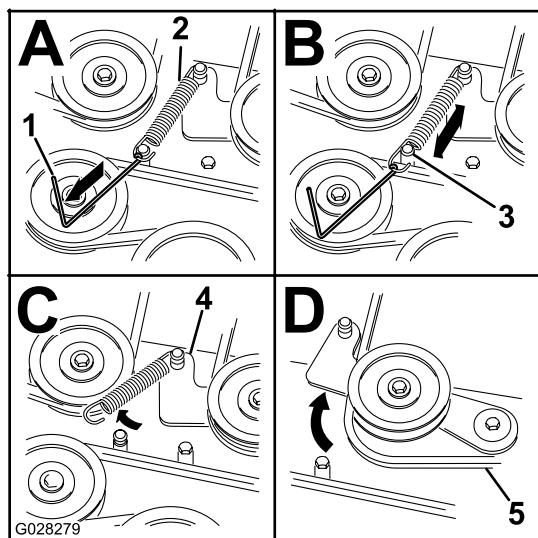

Figure 69
7. À l'aide d'un outil de dépose de ressort (réf. Toro 92-5771), décrochez le ressort de tension de l'ergot sur le tablier pour éliminer la tension sur la poulie de tension (Figure 69).
10. Acheminez la courroie neuve autour des poulies du tablier de coupe et de la poulie d'embrayage, sous le moteur (Figure 69).
11. À l'aide d'un outil de dépose de ressort (réf. Toro 92-5771), accrochez le ressort de tension à l'ergot situé sur le tablier, ce qui a pour effet d'exercer une tension sur la poulie de tension et la courroie du tablier de coupe (Figure 69).